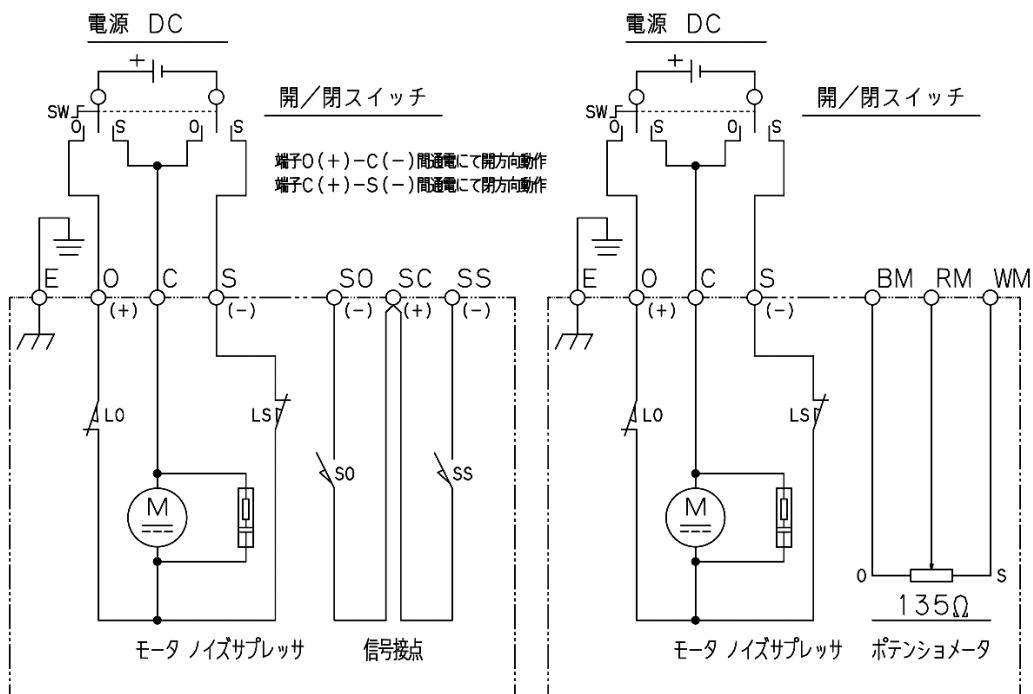

図6. B形標準内部接続図 及び C形標準内部接続図
- (1) 端子箱カバーもしくは端子箱無しの場合はスイッチカバーを取り外します。端子箱カバーやスイッチカバーの接合面にはパッキンやOリングが入っていますので、紛失したり傷を付けないように注意してください。
- (2) ケーブルをケーブルグランドに通しケーブル先端に圧着端子を取付けます。圧着端子のかしめは適正工具で確実に行ってください。
- (3) 図6に標準接続図を示します。制御動作CEやCX、その他特殊仕様の場合、本図通りでは無いことがありますので、接続図や仕様書で確認してください。
- (4) 端子台への接続は、プラスドライバーの2番を使用し確実に行ってください。
- (5) 配線終了後、パッキンやOリングの挟み込みに注意して端子箱カバーもしくはスイッチカバーを取付けてください。